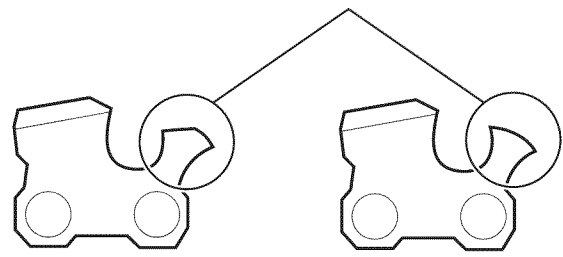

Fig. 37
- Después de bajar el calibre de profundidad, utilice la lima plana para devolverle al calibre de profundidad la forma redondeada original (Fig. 37). Tenga cuidado de no dañar los bordes de corte y los eslabones cercanos.